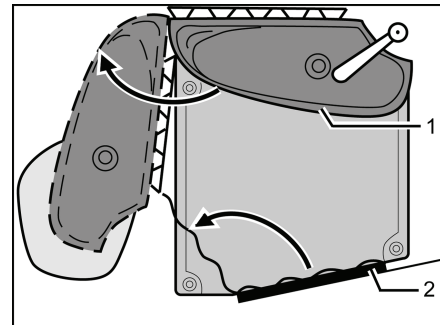

Bild 268 Vario-Toilette
- Waschbecken mit Rückwand (Bild 268,1) in Pfeilrichtung drehen.
- Den Toilettenraum betreten und die Toiletten-Eingangstür (Bild 268,2) von innen schließen und verriegeln.